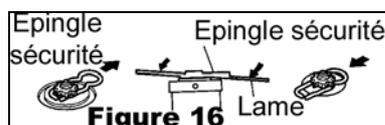

Figure 16
- 5) Tirer l'épingle de sécurité vers l'extérieur (figure 16).